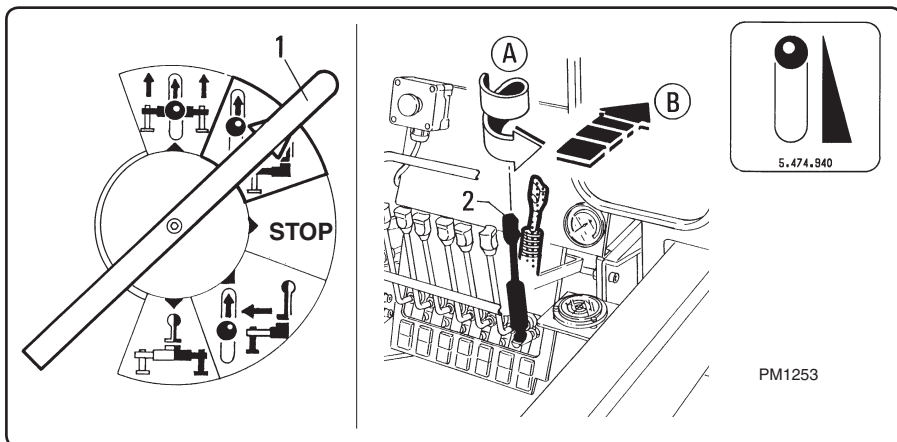

Fig. 6.7.8
- Premere e ruotare la leva "1" in posizione di comando martinetto stabilizzatore (fig. 6.7.8).
- Press and turn lever "1" to outrigger cylinder control position (fig. 6.7.8).